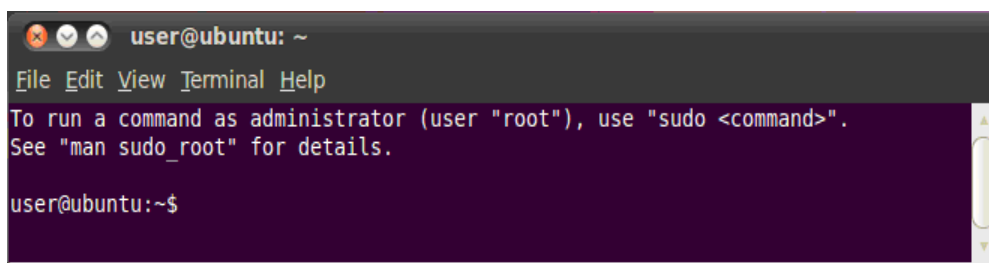

图 2-1-4
- 3) 在 ubuntu 菜单栏中选择[Applications] → [Accessories] → [Terminal]即可进入命令终端，如图 2-1-4 所示：